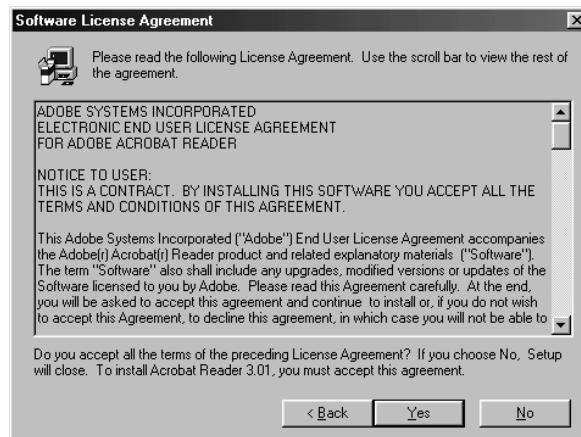

Figura 24: il contratto di licenza
2. Fare clic su 'Next' per continuare. Viene visualizzata la finestra riportata in Figura 24.
3. Fare clic su 'Sì' per accettare le condizioni della licenza (vedere la Figura 24) e continuare con l'installazione.